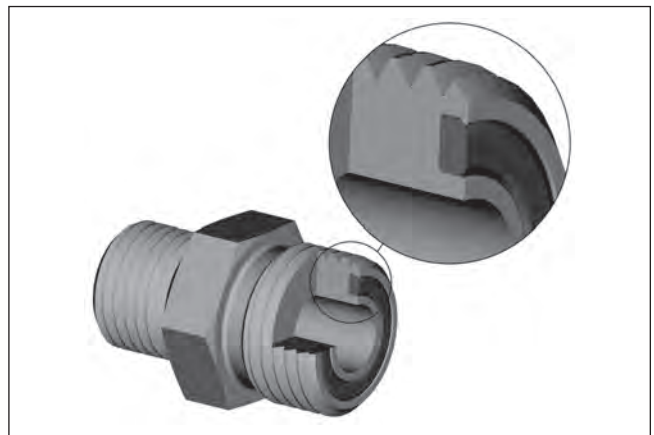

Fig. 2 – Joint souple frontal avec rainure Corg.
- **Plus: CORG** – Tous les raccords Parker O-Lok® sont fabriqués avec une rainure à joint torique (CORG) chargée d'empêcher la perte ou l'écrasement des joints toriques lors de l'assemblage. (En option dans les normes ISO 8434-3 et SAE J1453). Voir fig 2.